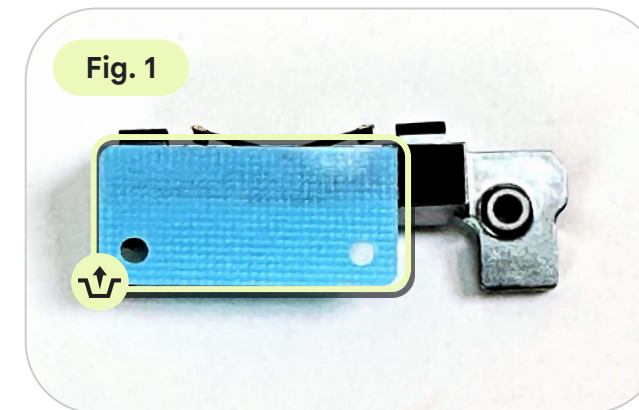

Fig. 2
- Insérez le **support** en biais (Fig. 2).